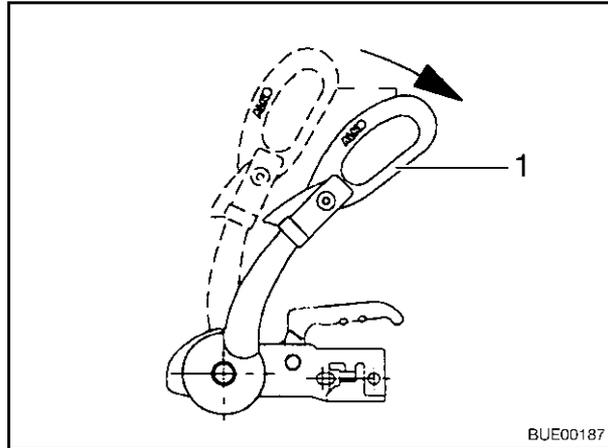

Bild 187 Stabilisierungsgriff
- Stabilisierungsgriff (Bild 187,1) öffnen.